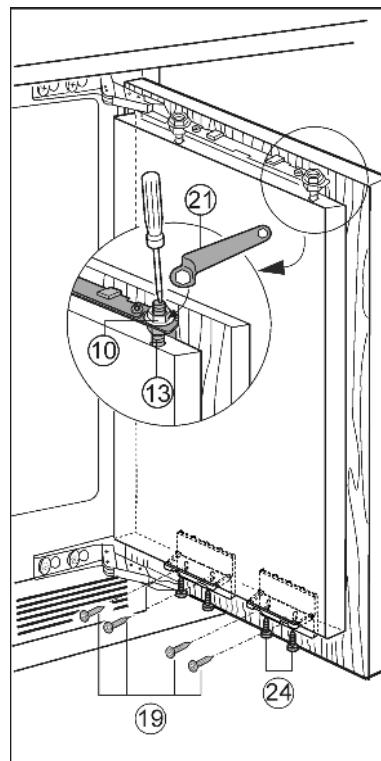

Fig. 21
- ▶ Выставьте мебельную дверцу по глубине Z: ослабьте сверху винты Fig. 20 (15), снизу винты Fig. 21 (24), затем сдвиньте дверь.
- ▶ Затяните контргайки Fig. 21 (10) кольцевым гаечным ключом Fig. 21 (21), при этом регулировочные болты Fig. 21 (13) удерживайте от проворачивания отверткой.